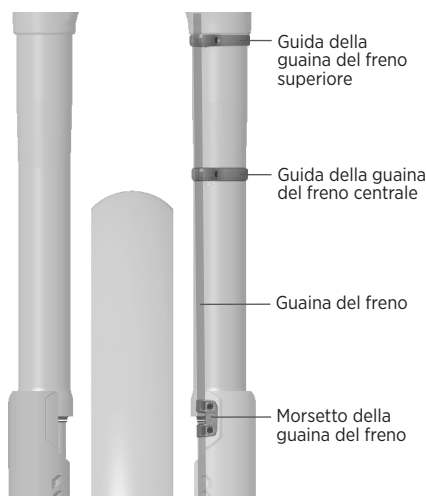

Figura 6: Passaggio della guaina del freno attraverso le guide della guaina del freno e nel morsetto della guaina del freno
3. Rimuovere le due viti dalle guide della guaina del freno centrale e superiore. La guida della guaina del freno centrale è contrassegnata con una "M" e presenta un diametro leggermente minore rispetto alla guida della guaina del freno superiore (contrassegnata con una "U"). Installare la guaina del freno attraverso l'apertura presente in ciascuna delle guide e installarle sullo stelo sinistro della forcella (Figura 6). Riavvitare le viti senza stringerle fino in fondo.